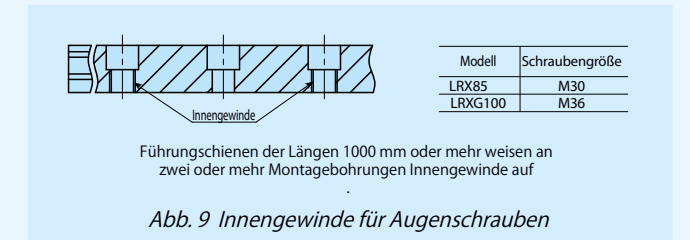
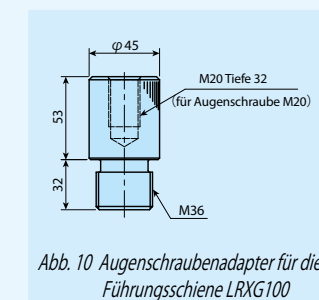

Abb. 9 Innengewinde für Augenschrauben
Abb. 10 Augenschraubenadapter für die Führungsschiene LRXG100
- Da es sich bei LRX(D)(G,L)85 und LRXG100 um schwergewichtige Artikel handelt, empfehlen wir für Transport und Montage die Verwendung von Augenschrauben. Verwenden Sie für die Montage der Augenschrauben die Montagebohrung des Führungswagens und die Innengewinde für Augenschrauben der Führungsschiene (Abb. 9) Verwenden Sie bei der Führungsschiene LRXG100 ebenfalls den Augenschraubenadapter für die Führungsschiene (Abb. 10).